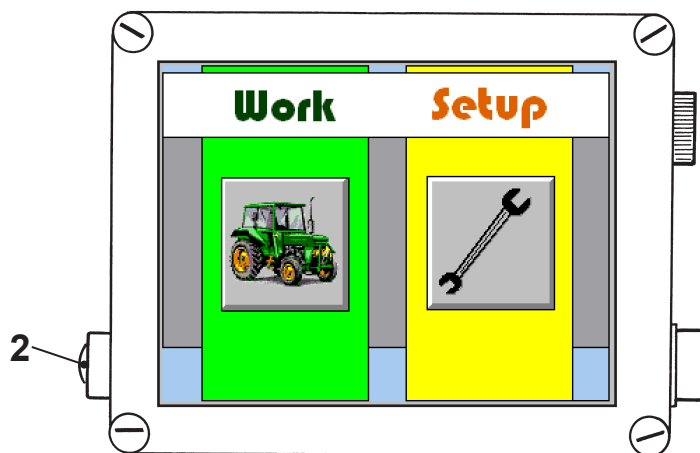

Fig. 1
- 5) Check that, at the bottom of the screen, on the right side, the quantity of rows of the machine is indicated. (example 4) (Fig. 1). If the number does not correspond to the quantity of rows, turn off the control board and turn it on again by means of button (2) and check if the number is correct.
- 2) Tourner le levier arrête-batterie (C) pour activer le courant électrique.
- 4) Activer le touch screen: pousser le bouton (2) quelque instant, jusqu'au signal acoustique. Sur l'écran serait montrée la page initiale (Fig.1).
- 5) Vérifier que dans le coin en bas à droite de l'écran soit affiché le nombre des rangs de la machine (exemple 4) (Fig.1). Si le numéro n'est pas correct, arrêter le système (en poussant le bouton 2) et redémarrer. Vérifier si le numéro mentaient est correct.